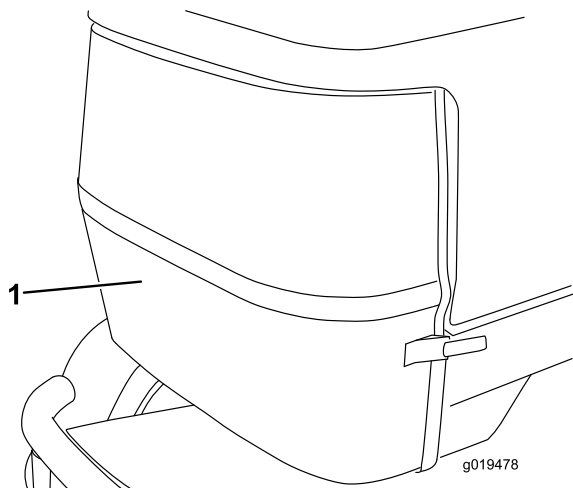

図 70
2. 後部スクリーン (図 70) のラッチをはずして後部を開ける。スクリーンをていねいに清掃する。